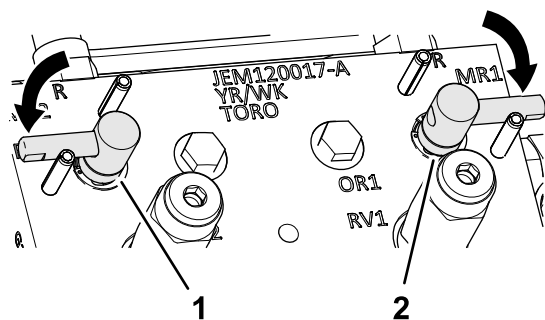

Bild 153
3. Stellen Sie die Läpphebel in die F-Stellung (mähen) (Bild 153).